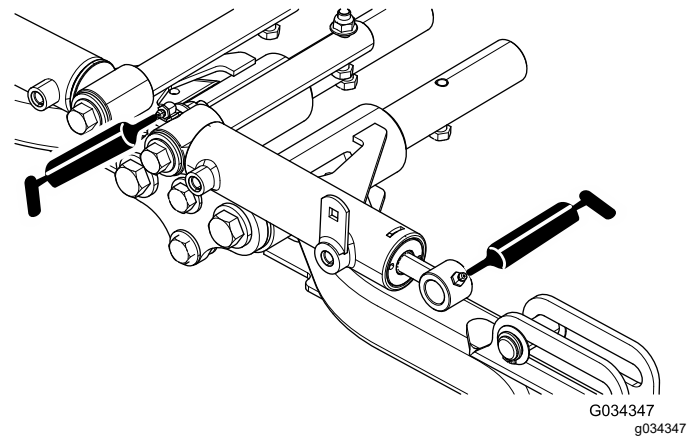

Figura 42
- Pivotes y cilindros de elevación de los brazos de elevación delanteros (3 en cada); consulte Figura 42.